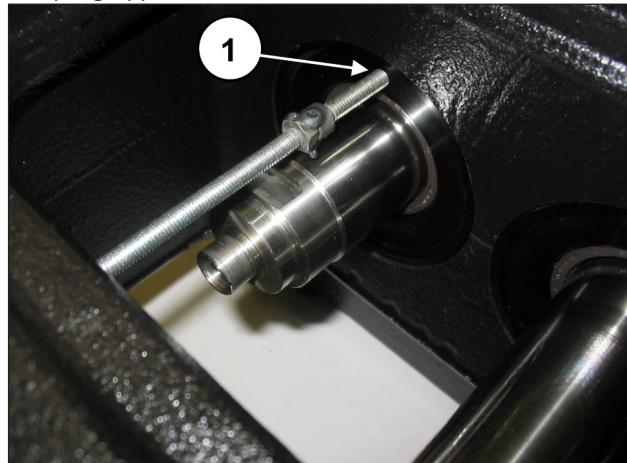
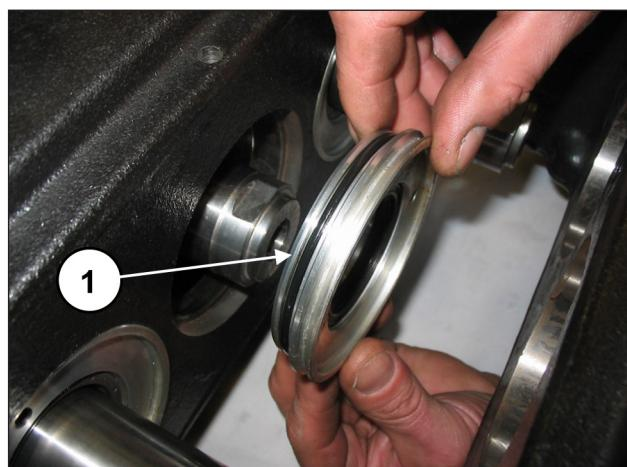

Abb. 3
Abb. 4
Drehen Sie eine Gewindestange oder eine Schraube M6 als Abzieher in die entsprechenden Bohrungen am Ölabbreifring-Deckel ein (Pos. ①, Abb. 3) und nehmen Sie die Deckel von der Pumpengruppe ab (Pos. ①, Abb. 4).